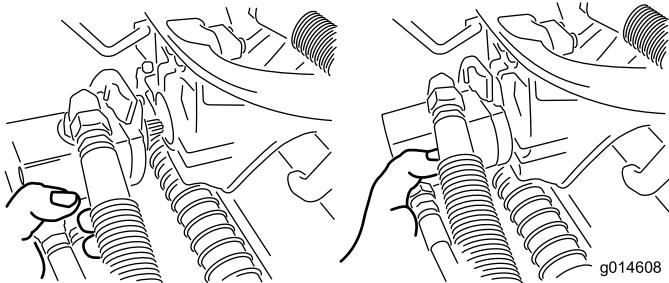

図 37
3. 外したモータは、サスペンションアームの前部にある一時保管位置にセットしておく図 37。